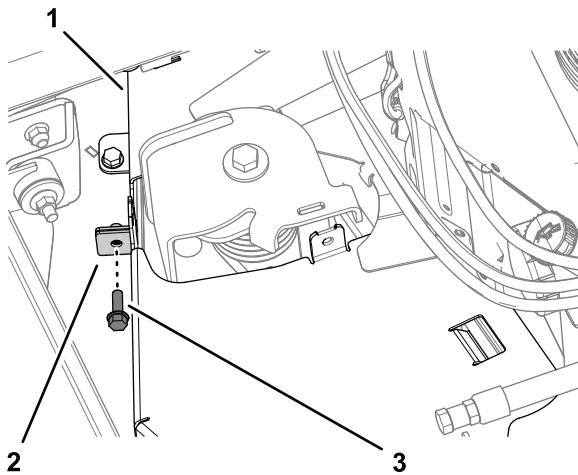

Figura 35
2. Retire el perno que fija las pestañas de la cubierta de la correa, tal y como se muestra en la Figura 35.